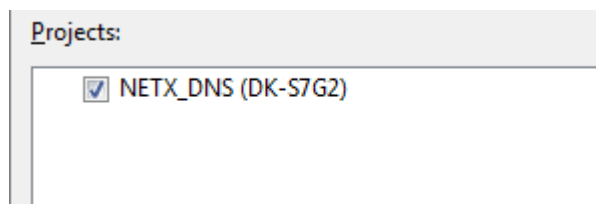

図 2.8 Import 既存プロジェクトダイアログボックス 2
12. 図 2.8 のとおり、[Projects]のリストからインポートするプロジェクトを選択します。